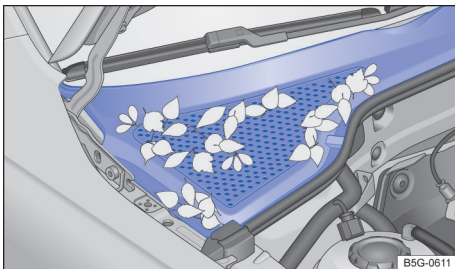

图 149 发动机舱和车窗玻璃之间：排水槽（示意图）
→图 149 →①。应由本公司特许经销商进行清洁发动机舱→▲。